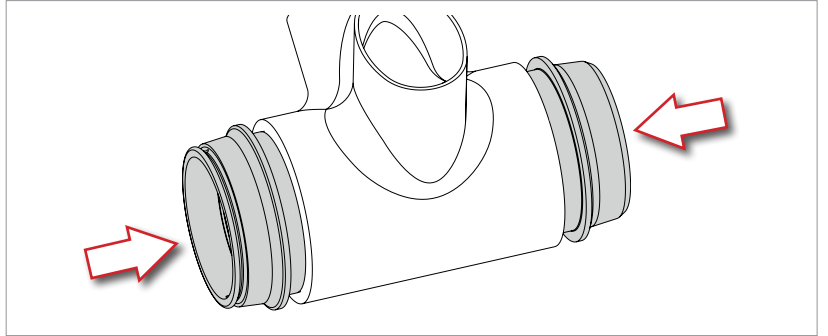

Fig.1
- Placer les deux cuvettes sur la boîte de pédalier jusqu'à percevoir une augmentation de la résistance sur la cuvette et jusqu'à ce que le joint torique disparaisse complètement à l'intérieur de la boîte (Fig. 1).